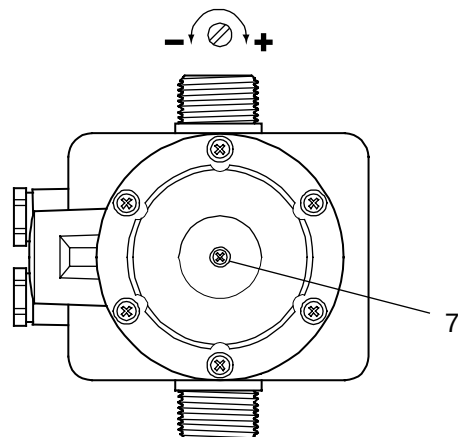

Fig. 5
7. Inställningsskruv för inställning av inkopplingstrycket (Fig. 5)